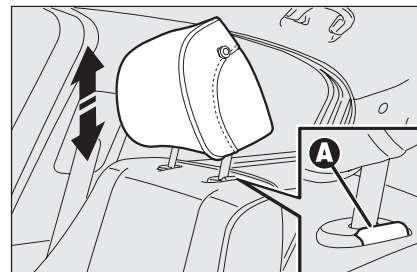

fig. 34
### ANTERIOR fig. 34
- ☐ pulse las teclas **A**-fig. 34 (ubicadas al lado de las dos fijaciones de los reposacabezas) y quítelos hacia arriba.